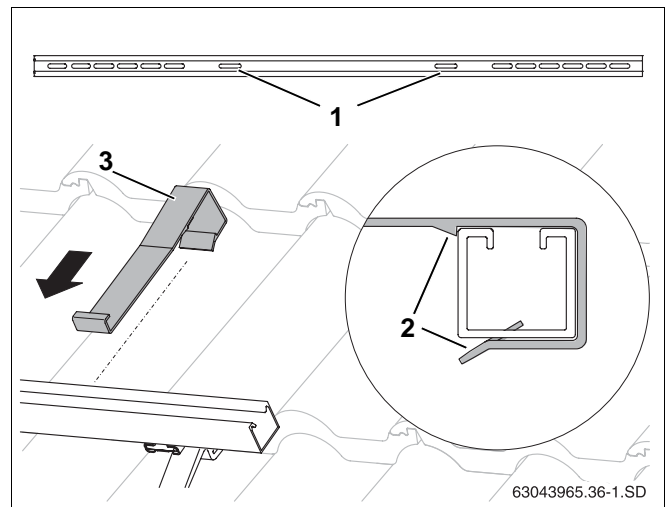

Bild 34 Häng upp anti-glidskydd
- ▶ Skjut anti-glidskydd (bild 34, **pos. 3**) i de inre ligande längsgående hålen (bild 34, **pos. 1**) över profilskenorna tills de hakar i (bild 34, **pos. 2**).